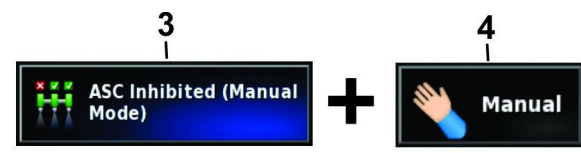

Bild 114
1. Tippen Sie auf das Symbol Konfiguration automatische Abschnittsteuerung und das Symbol Sprühsteuergerät (Bild 114).
2. Stellen Sie die Dosierung in die MANUELLE-Stellung (Bild 114).